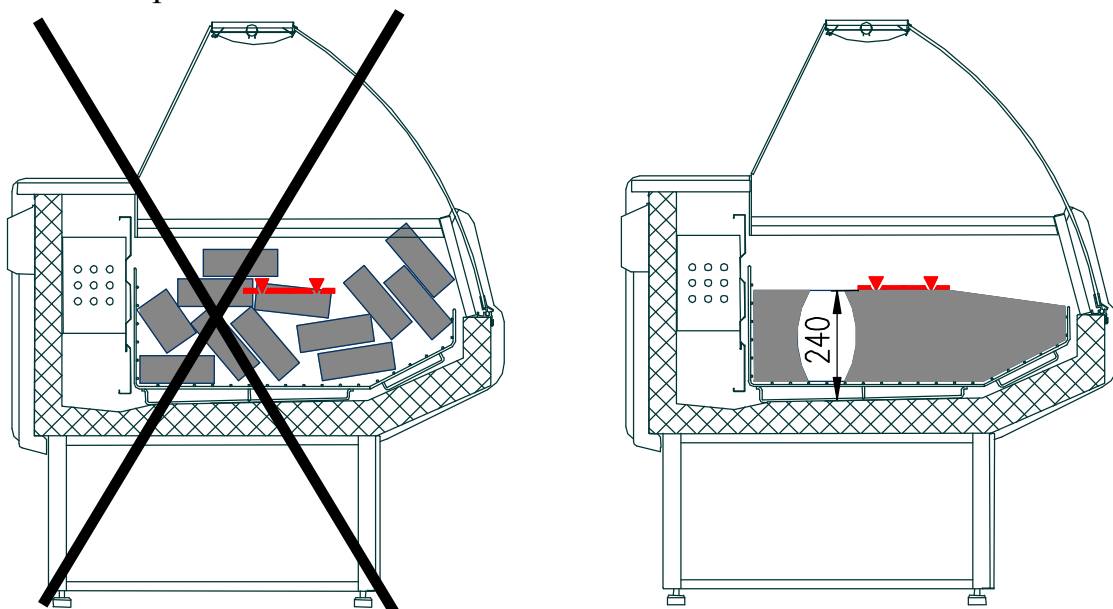

Рис. 3. Загрузка витрины продуктами
- Ø Проверить правильность расположения продуктов в витрине, согласно п. 3.7 и рис. 3.